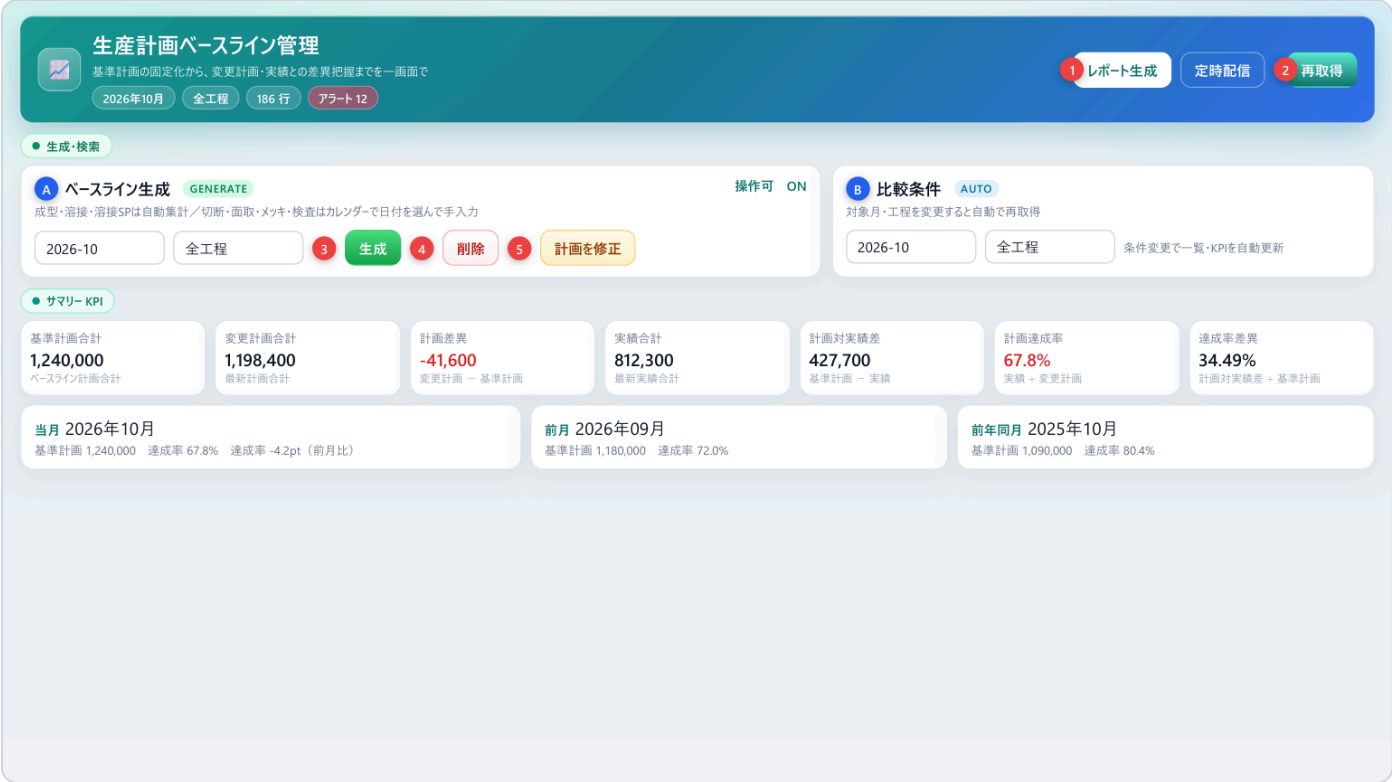

図 3-1 画面上部。A ベースライン生成、B 比較条件。1 レポート生成、2 再取得、3 生成、4 削除、5 計画を修正。
4. **生成**を押します（図 3-1 の 3）。
データが無いカードは「-」です。数値は比較条件の範囲の合計です。カードの並びと色は図 3-1 のとおりです。